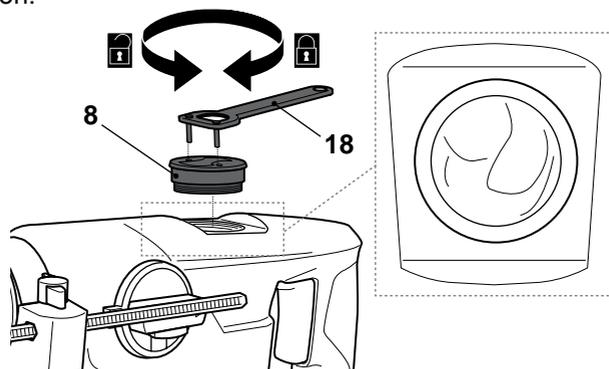

Fig. 11
- > Dévisser le couvercle de la boîte de vitesses [8] à l'aide de la clé [18] et le retirer (Fig. 11).